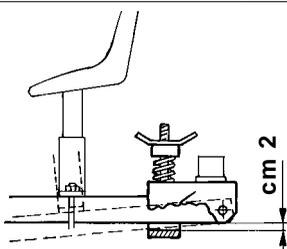

FIG. 11
17.2 - Controlar que entre el tope del travesaño y el acople quede un **espacio de oscilación de aproximadamente 2 cm** (fig. 11). Este detalle es fundamental para que la unidad de trasplante pueda adaptarse a las irregularidades del terreno.